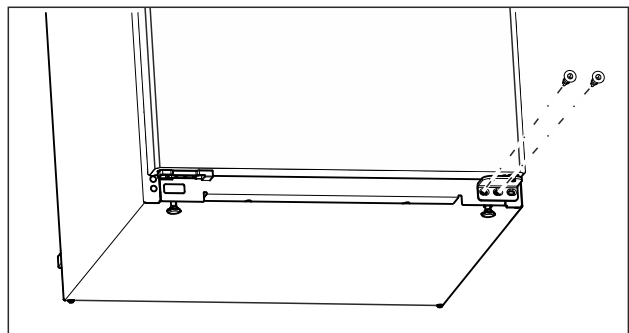

Fig. 10
- Skru den midterste skrue på det nederste hængsel af med en Torx 20-skruetrækker. (se Fig. 10)
- Skru den inderste skrue på det nederste hængsel af med en Torx 20-skruetrækker. (se Fig. 10)